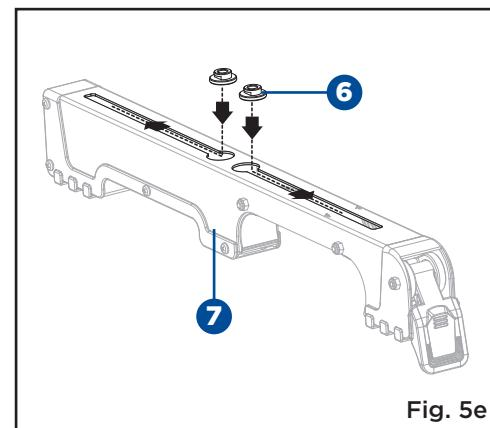

Fig. 5e
- Placez deux écrous (6) dans les fentes d'un étrier de fixation (7) et faites-les glisser jusqu'à la position souhaitée. (Fig. 5e)